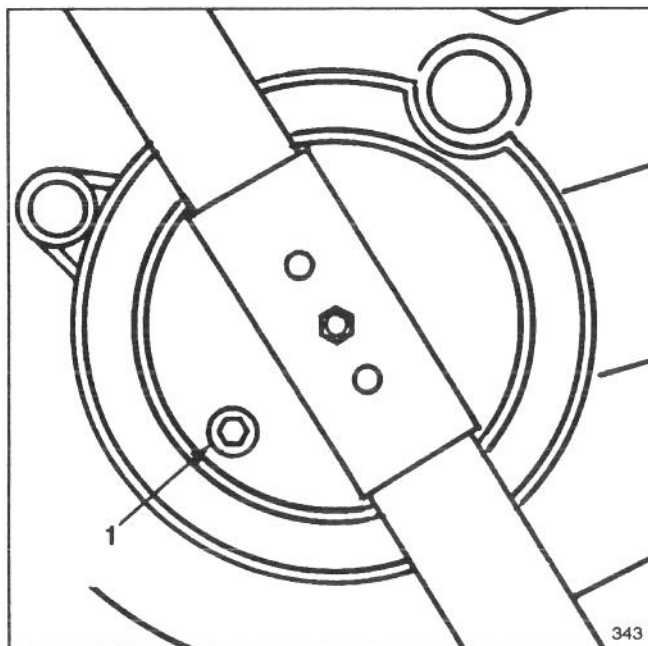
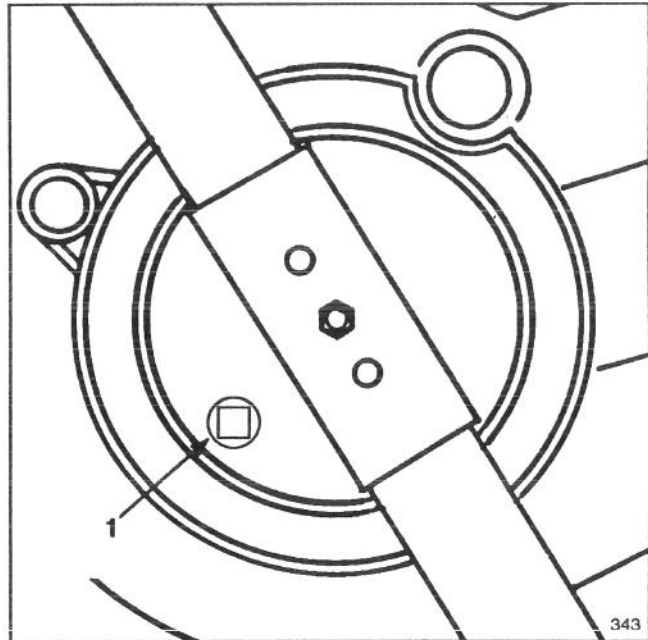

Figure 21
Figure 22
3. Basculer la tondeuse sur son côté droit. Retirer le bouchon de vidange situé au-dessous de la tondeuse au moyen d'une clé allen de 8 mm (5/16 po.) (Fig. 21) ou d'une clé à douille de 9,5 mm (3/8 po.) avec prolongateur (Fig. 22). Le type de bouchon varie suivant la tondeuse.